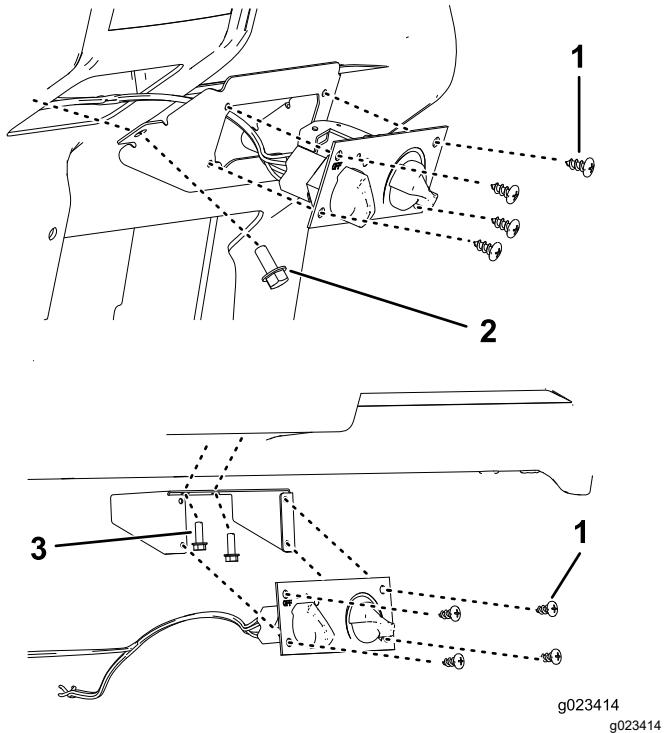

Figure 5
- Fixez la commande de chauffage à son support avec 4 vis à tôle (Figure 5).
- Reliez le câble de la commande de chauffage et le connecteur du faisceau noir à la commande de chauffage, et le connecteur de faisceau blanc au chauffage (Figure 5).
- Utilisez 4 boulons à embase (5/16" x 3/4") de fixation à l'avant du support de commande de chauffage et 2 boulons (5/16" pour les véhicules HD) sur le côté du support ou 2 boulons (1/4" pour les véhicules MD) en haut à l'intérieur du support, selon le modèle de votre machine (Figure 5).